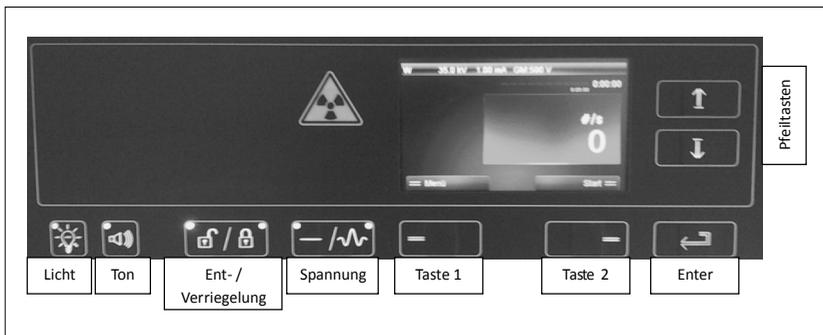

Abb. 4: Bedienfeld der Röntgenapparatur
- Das Bedienfeld der Röntgenapparatur ist in **Abb. 4** dargestellt. Alle eingestellten Parameter erscheinen zur Kontrolle im Hauptmenü am oberen Rand des Displays. Licht kann nach Belieben an- oder ausgeschaltet werden. Der Ton bleibt während des gesamten Versuches aus.